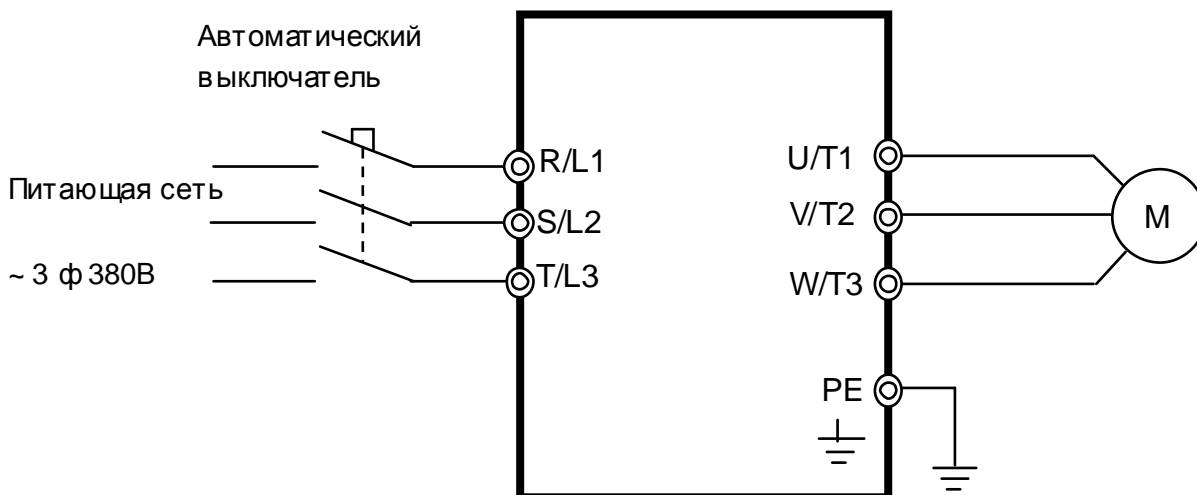

Рис. 8.2 Схема подключения ПЧ E2-8300
8.2 Подключить проверяемый преобразователь частоты по схеме, приведенной на рис. 8.2.